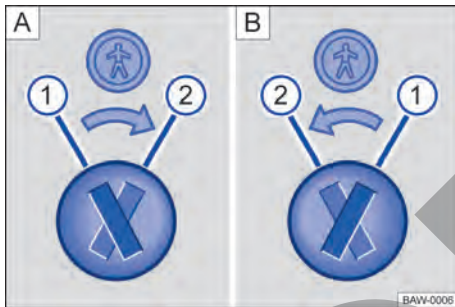

Fig. 39 Bloqueo de seguridad para niños: [A] puerta trasera izquierda, [B] puerta trasera derecha.
Leyenda para → fig. 39:
- Introducir la varilla de la llave en la ranura del bloqueo de seguridad para niños para activarlo o desactivarlo → fig. 39.